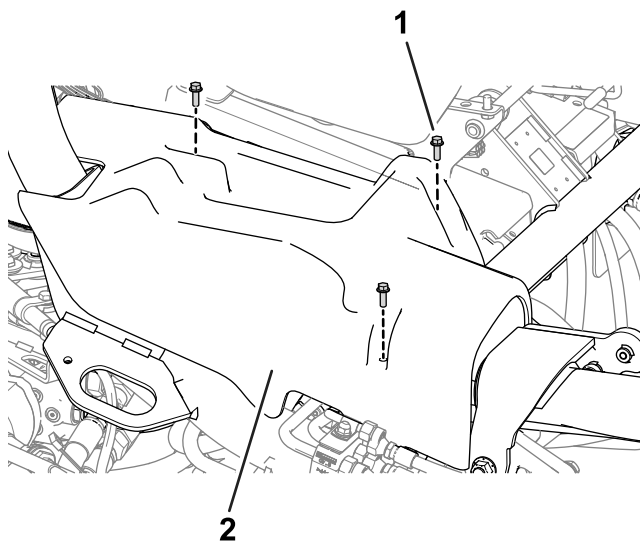

図 9
4. マシン本体から右側カバー (図 9) を取り外す。
8. マシンに右側カバーを取り付ける (図 9)。